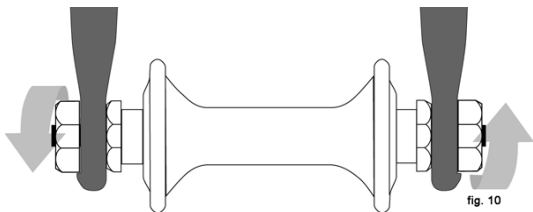

fig. 10
- Dadi esagonali o bulloni per chiave a brugola sono filettati all'interno o all'esterno dell'asse (ruota a bullone, fig. 10)